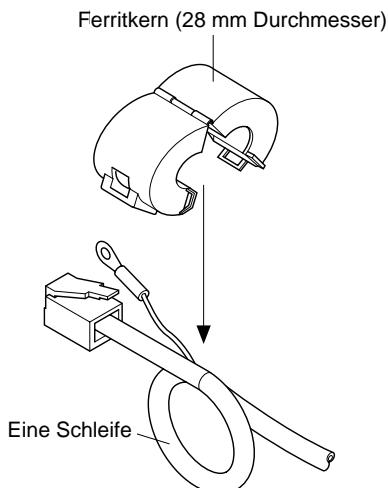

Abb. 3-1
- Der Ferritkern ist normalerweise in geöffnetem Zustand verpackt, wie in Abbildung 3-1 gezeigt.